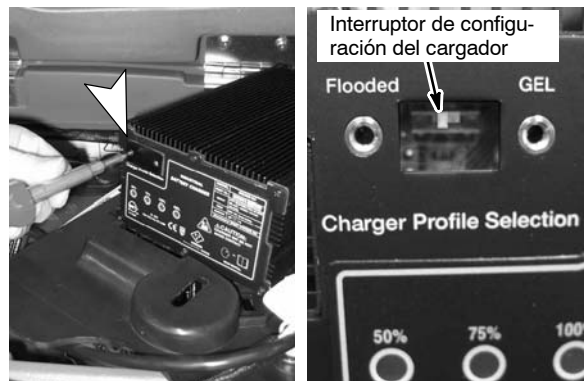

FIG. 37
2. Retire el panel "Selección del perfil del cargador" y coloque el interruptor en el ajuste adecuado: para baterías de gel (GEL) o de funcionamiento húmedo (Flooded) (Ilustración 37). El cable del cargador debe estar desconectado mientras se cambia la configuración.